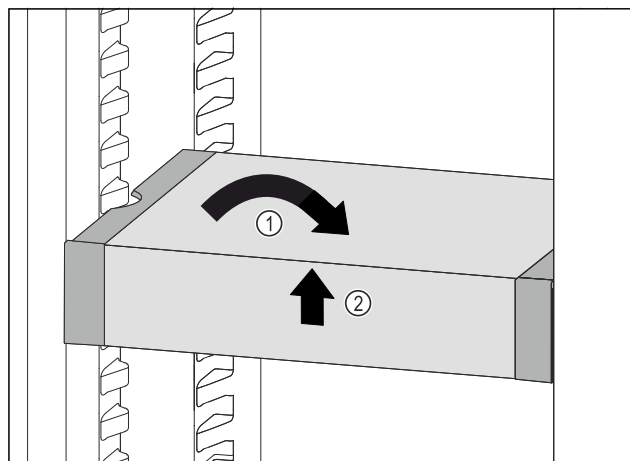

Fig. 211
- Ispravite VarioSafe. Fig. 211 (1)
- Podignite sprijeda VarioSafe. Fig. 211 (2)